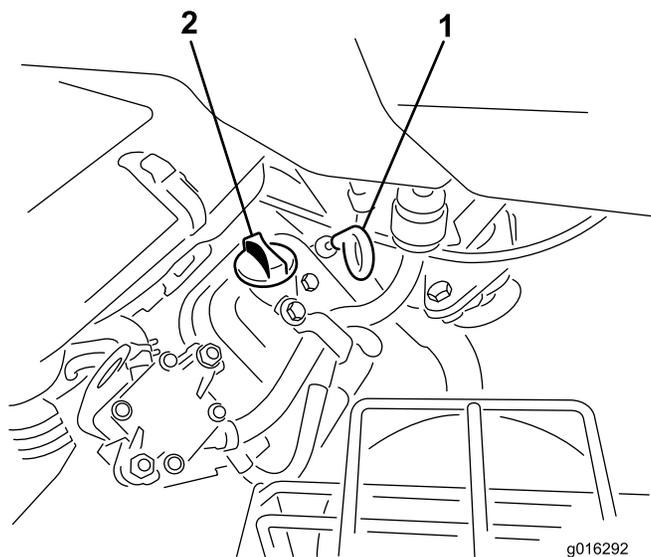

Figure 28
2. Dévissez la jauge et essuyez-la avec un chiffon propre. Revissez la jauge dans le tube en l'enfonçant au maximum (Figure 28).